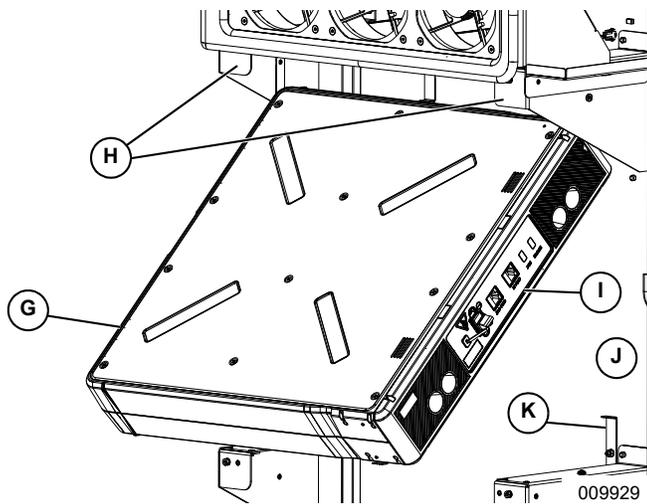

Figura 4-18. Instalación de los módulos traseros de la batería
1. Consulte la **Figura 4-18**. Coloque la parte superior del módulo de la batería (G) en ángulo debajo y detrás del reborde del soporte (H).